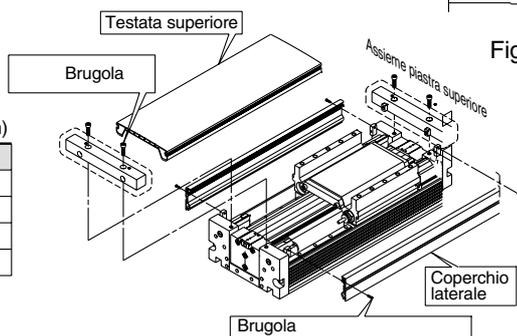

Figura 2. Installazione e rimozione del coperchio
2. Se la regolazione descritta nel punto 1 fosse insufficiente, può essere regolato anche il deceleratore idraulico. Rimuovere i coperchi, come mostrato in Figura 2 e realizzare un'ulteriore regolazione allentando il dado esagonale.